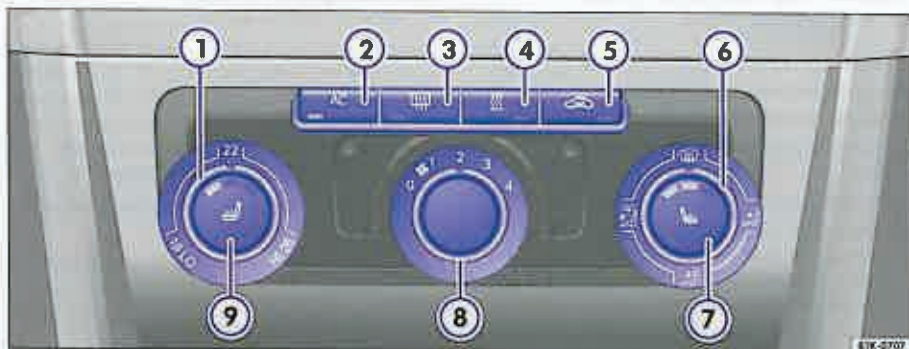

Fig. 104 În consola centrală: Elementele de comandă ale Climatic.
- Porniți instalația de răcire de la tasta ⇒ fig. 104 ②. Lampa de control din tastă se stinge.
- Rotiți regulatorul de temperatură ① pe temperatura dorită. Vă recomandăm temperatura de +22° C.
- Rotiți comutatorul ventilatorului ③ pe una din treptele 1-4. ▶
- Stabiliți direcția curentului de aer cu ajutorul regulatorului ⑥. (spre parbriz), (spre partea de sus a corpului), (în zona picioarelor) sau (spre parbriz și în zona picioarelor).